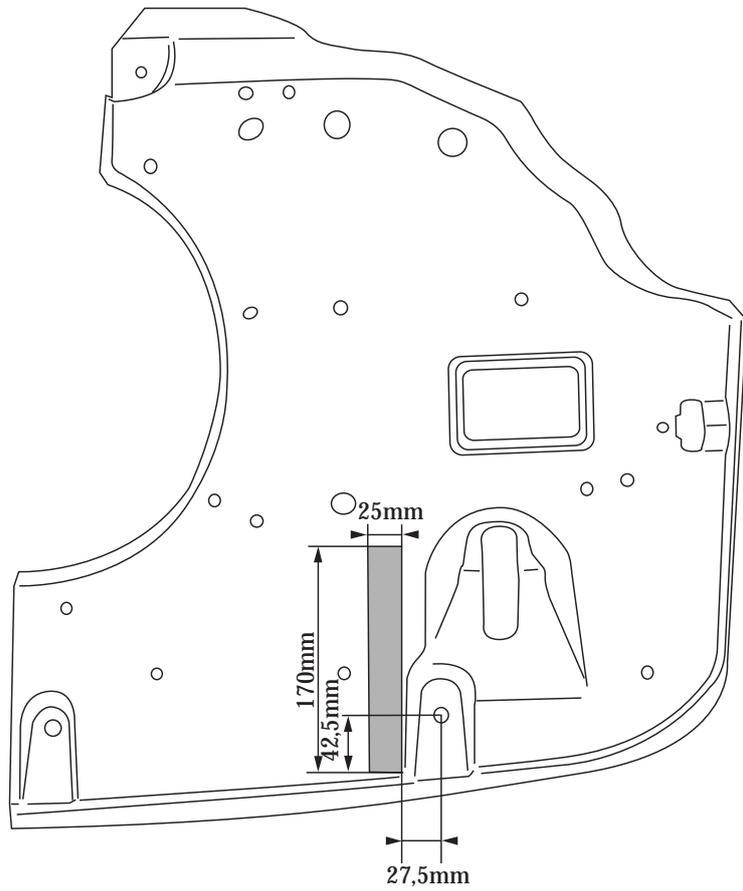

Fig. 1
2. Remove the securing eye (L).
3. Remove the securing eye (R) (It will no longer be needed.).
7. Saw a portion out of the cover plate as shown in figure 1.
2. Die Sicherheitsöse (L) abmontieren.
3. Die Sicherheitsöse (R) abmontieren. (Diese wird nicht mehr benötigt).
7. Gemäß Abb. 1 einen Teil aus der Abdeckplatte heraus sägen.
2. Démontez l'anneau de remorquage (G). (Il ne sera plus utilisé).
6. Scier une partie de la plaque de protection conformément à la figure 1.